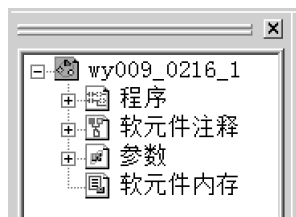

图 5-66 “工程数据列表”窗口
(4) 在完成了程序的第一块（梯形图块）编辑以后，双击“工程数据列表”窗口中的“程序”→“MAIN”，返回“块列表”窗口，如图 5-66 所示。